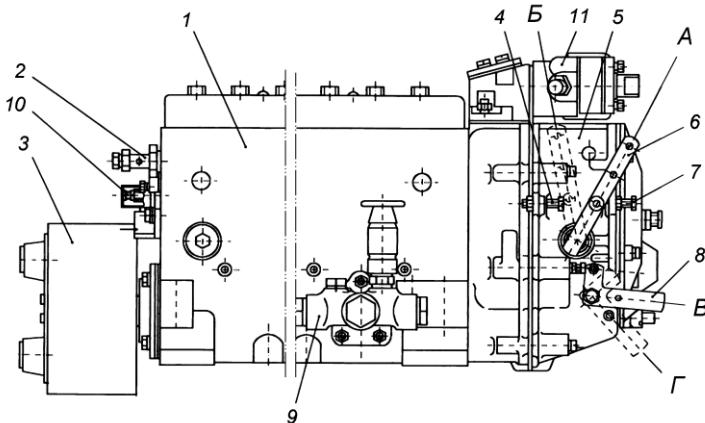
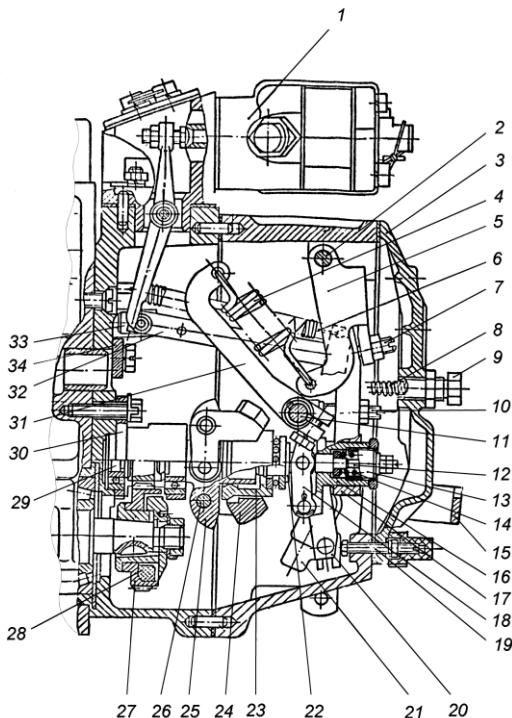

Рис. 20. Топливный насос высокого давления модели 173:
Рис. 22. Регулятор частоты вращения:
Топливный насос в сборе показан на рис. 20. С топливным насосом высокого давления в одном агрегате объединены регулятор частоты вращения 5, топливоподкачивающий насос 9 и демпферная муфта 3.
Связь секций с регулятором частоты вращения осуществляется через рейку. Рейка топливного насоса перемещается в направляющих втулках, запрессованных в корпусе насоса. На выступающем из насоса конце рейки имеется болт 10 (рис. 20), которым она упирается в защитный колпачок при положении рейки перед пуском двигателя. При вывертывании болта из рейки пусковая подача уменьшается.
Регулятор частоты вращения 5 (рис. 20) механический всережимный прямого действия с повышающей передачей на привод грузов, предназначен для поддержания заданного водителем скоростного режима работы двигателя путем автоматического изменения количества подаваемого топлива в зависимости от изменения нагрузки на двигатель. Кроме того, регулятор ограничивает максимальную частоту вращения двигателя и обеспечивает работу двигателя в режиме холостого хода. Регулятор имеет устройство для выключения подачи топлива в любой момент независимо от режима работы двигателя. Автоматически поддерживая скоростной режим при изменяющихся нагрузках, регулятор обеспечивает экономичную работу двигателя. Устройство регулятора частоты вращения показано на рис. 22.
На валик напрессована державка грузов 25 (рис. 22), на осях 26 которой находятся грузы 24. Грузы своими роликами упираются в торец муфты 23, которая через упорный подшипник
Муфта 23 с упорной пятой 22 в сборе одним концом опирается на направляющую поверхность державки, а за второй конец подвешена на рычаге 18 отрицательного корректора, закрепленном на втулке 16 отрицательного корректора. Пята муфты грузов связана через узел отрицательного корректора с рычагом рейки 20 и через тягу 32 с рейкой топливного насоса. К верхней части рычага рейки присоединена пружина 6 рычага рейки, удерживающая рейку насоса в положении, соответствующем максимальной подаче, что обеспечивает увеличенную подачу топлива при пуске двигателя. В нижнюю часть рычага рейки запрессован палец, который входит в отверстие ползуна кулисы 21. Вал 11 рычага регулятора жестко связан с рычагом управления 6 (рис. 20) и рычагом пружины 31 (рис. 22). Перемещение рычага управления регулятором ограничивается двумя болтами 4 и 7 (рис. 20). За рычаг пружины 31 (коротким зацепом) (рис. 22) и двуплечий рычаг 5 (длинным зацепом) зацеплена пружина регулятора 4, усилие которой передается с двуплечего рычага на рычаг регулятора через винт - 7 двуплечего рычага. В рычаг регулятора ввернут регулировочный болт 10, который упирается в вал рычага пружины и служит для регулировки номинальной подачи топлива. В нижней части рычага регулятора расположено корректирующее устройство (12,13,14,16,18) с отрицательным корректором, предназначенного для формирования внешней скоростной характеристики ТНВД и крутящего момента двигателя. Рычаг регулятора снабжен боковой накладкой, удерживающей втулку 16 обратного корректора и упорную пяту 22 от проворота. Кроме того, хвостовик болта крепления боковой накладки, входя в боковой продольный паз втулки предохраняет ее от выпадания из расточки рычага. Упор 34, закрепленный на корпусе регулятора, не позволяет рычагу пружины 31 опасно приближаться к врачающимся грузам. Для полного выключения подачи топлива служит механизм останова, состоящий из кулисы 21, скобы 15 и возвратной пружины. Во время работы кулиса прижата усилием возвратной пружины к регулировочному винту 19.
1. Минимальная частота вращения холостого хода регулируется болтом 7 (рис. 20) и корпусом буферной пружины 9 (рис. 22);
2. Максимальная частота вращения холостого хода (начало выброса рейки) регулируется болтом 4 (рис. 20).
3. Номинальная мощность (подача) регулируется болтом 10, подрегулируется винтом 19 (рис. 22).
4. Предварительное натяжение пружины (разность оборотов конца и начала выброса рейки) регулируется винтом 7 (рис. 22).
5. Подача топлива при  $500 \text{ мин}^{-1}$  регулируется гайкой обратного корректора 12 (рис. 22):
6. Предварительное натяжение пружины обратного корректора (обороты начала срабатывания корректора) регулируется корпусом корректора 13 (рис. 22).